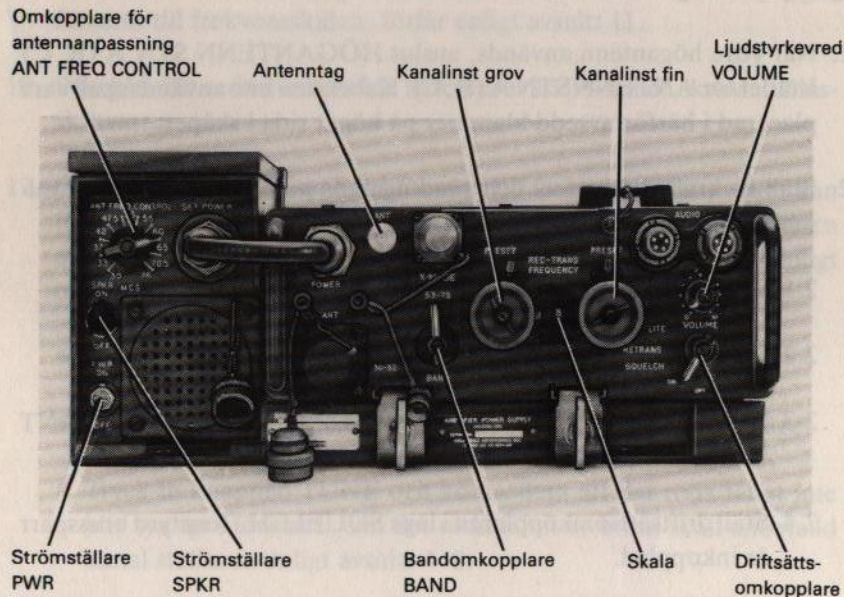

Bild 46. Ra 146 radiofordon
- Ställ in kraftaggregatets och sändtagarens manöverorgan enligt följande, bild 46: